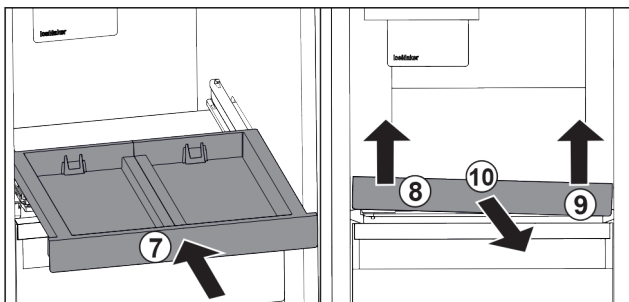

Fig. 30
- ▶ Uitschuifpateau erin schuiven. Fig. 30 (7)
- ▶ Uitschuifpateau linksvoor optillen. Fig. 30 (8)
- ▶ Uitschuifpateau rechtsvoor optillen. Fig. 30 (9)
- ▶ Uitschuifpateau er naar voren uitnemen. Fig. 30 (10)